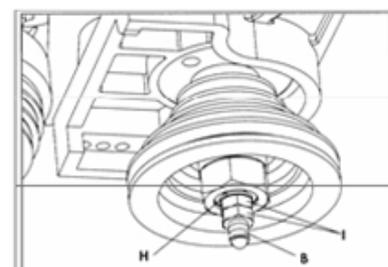

Рис. 3.14
8. Откройте дверцу корпуса и наденьте специальную коническую шайбу (H) на нижнюю часть шомпола (В), как показано на Рис. 3.14. Коническая шайба (H) была снята со шомпола на шаге 4.
9. Накрутите и сильно затяните две стопорные гайки (I), как показано на Рис. 3.14. Две стопорные гайки были сняты с шомпола на шаге 4.